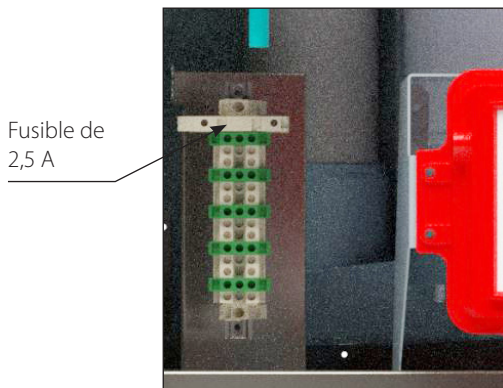

Fig. 25 - Emplacement de la barrette de raccordement
- Un fusible de 2,5 A est aussi situé sur la barrette de raccordement, pour protéger les sorties. Consultez la *Fig. 25*.
1. Raccordez un service 120 V CA/15 A dédié aux bornes de tension de ligne situées à l'intérieur, dans le coin inférieur gauche, comme l'illustre la Fig. 25 ci-dessous.
2. Raccordez le câblage du diffuseur CH1 et CH2 aux bornes de tension de ligne situées à l'intérieur, dans le coin inférieur gauche, comme illustré à la Fig. 25 à gauche. Ce diffuseur est habituellement utilisé pour fournir de la chaleur à la boucle de chauffage des pièces/ chauffage central.
3. Raccordez le câblage du diffuseur ECS aux bornes de tension de ligne situées à l'intérieur, dans le coin inférieur gauche, comme l'illustre la Fig. 25 à gauche. Ce diffuseur est habituellement utilisé pour fournir de la chaleur au chauffe-eau indirect.
4. Raccordez le câblage de la pompe du système de chaudière aux bornes de tension de ligne situées à l'intérieur, dans le coin inférieur gauche, comme l'illustre la Fig. 25 à gauche.